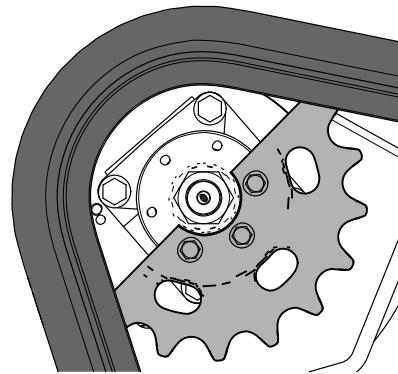

Bild 29
- 1. Schraube (3)
11. Schieben Sie den Fahrantriebshebel nach vorne, bis die andere Hälfte des Antriebsritzels nicht mehr in die Kette eingreift (Bild 29).